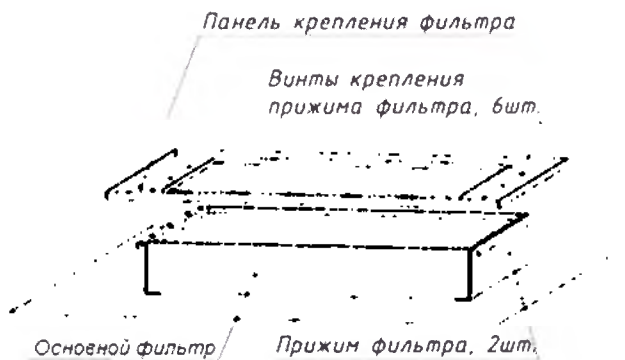

Рис. 5. Замена основного фильтра
- 6) Расположить блок фильтра на ровной горизонтальной поверхности лицевой стороной вверх (рисунок 5).